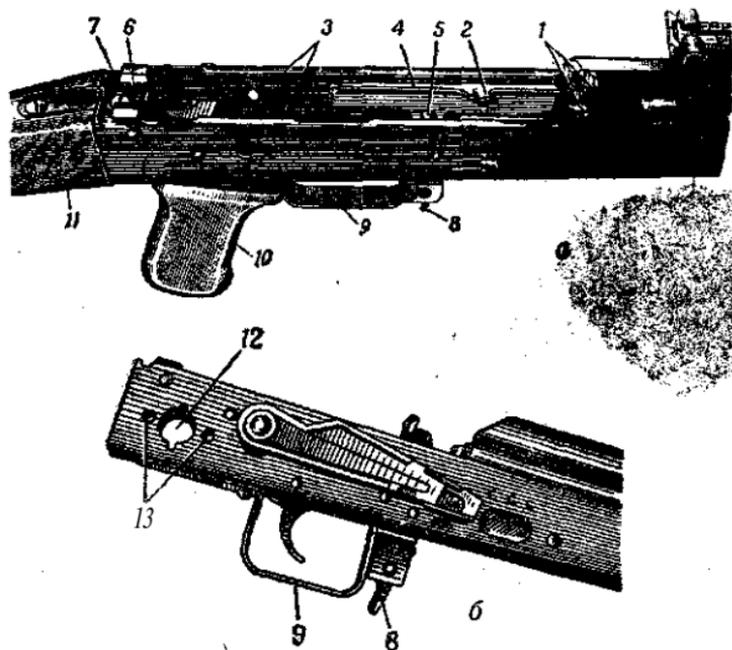

Рис. 27. Ствольная коробка:
**Ствольная коробка** (рис. 27) служит для соединения частей и механизмов автомата, для обеспечения закрывания канала ствола затвором и запираания затвора; в ствольной коробке помещается ударно-спусковой механизм. Сверху она закрывается крышкой.